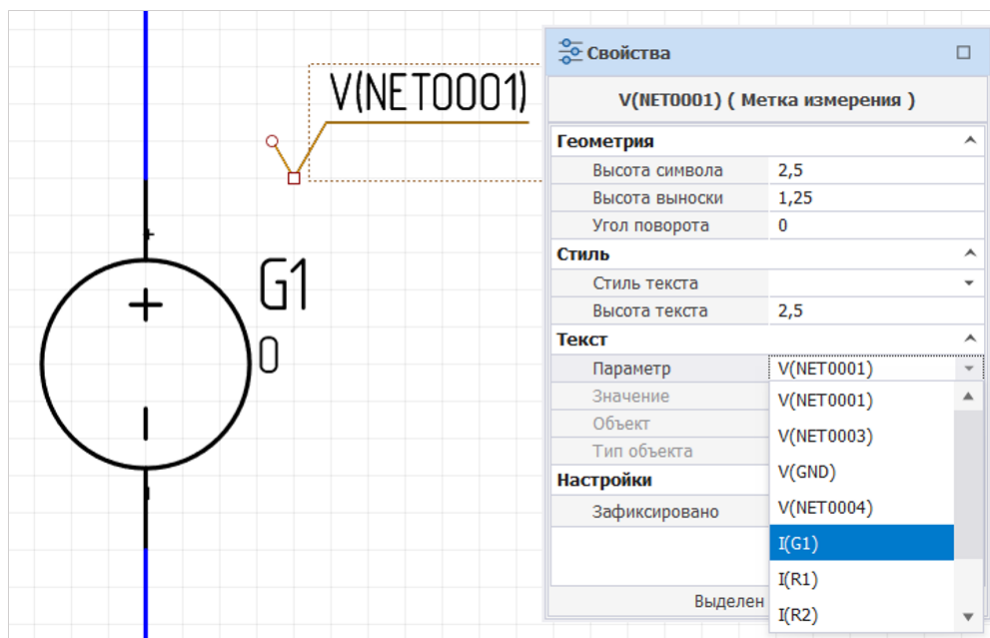

Рис. 175 Выбор метки измерения для замены параметра
2. Измените у одной из меток, размещенных без привязки к цепи и/или компоненту, в панели «Свойства» параметр с заданного по умолчанию на I(G1), чтобы после запуска моделирования увидеть значение тока на батарее G1, см. Рис. 175.